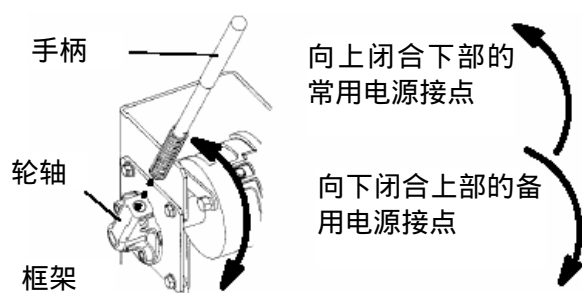

图 1-4 维护手柄位置及主接点位置的指示
1. 切断两路电源后打开柜门，在转换开关框架左侧的夹子上找到维护手柄。将手柄插入操作左侧机构上的轮轴铸造件中的孔内。见图 1-3，图 1-4 和表 B。